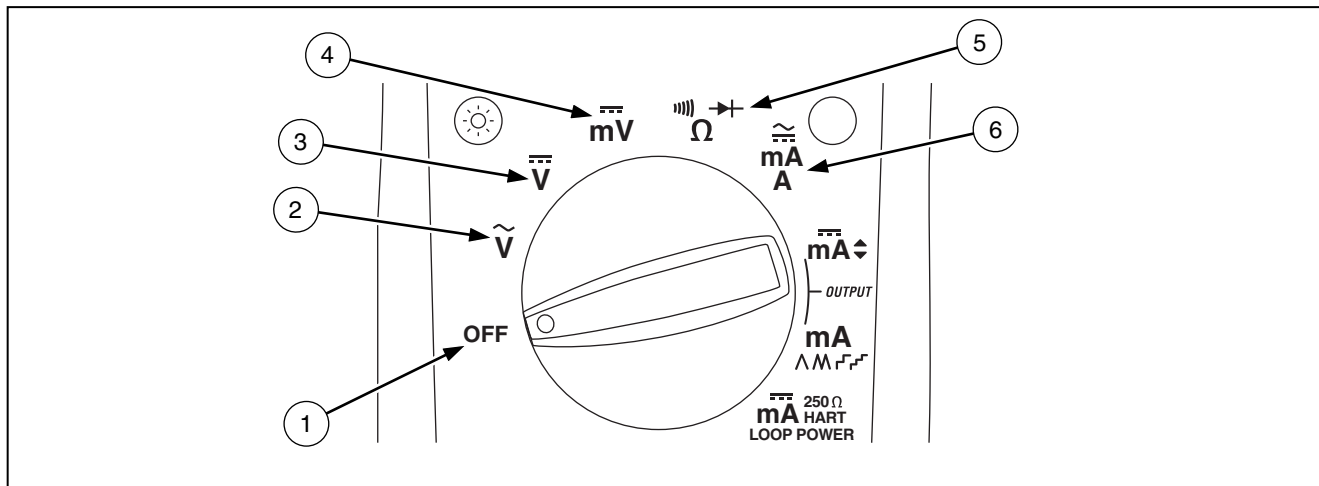

Figur 2. Inngangs/utgangskontakter
- Figur 2 og tabell 2 beskriver inngangs- og utgangskontaktene.